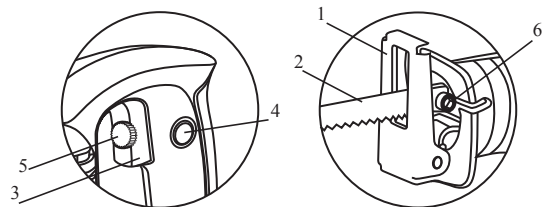

рис.3
6.4 Замена пильного полотна (рис. 3)